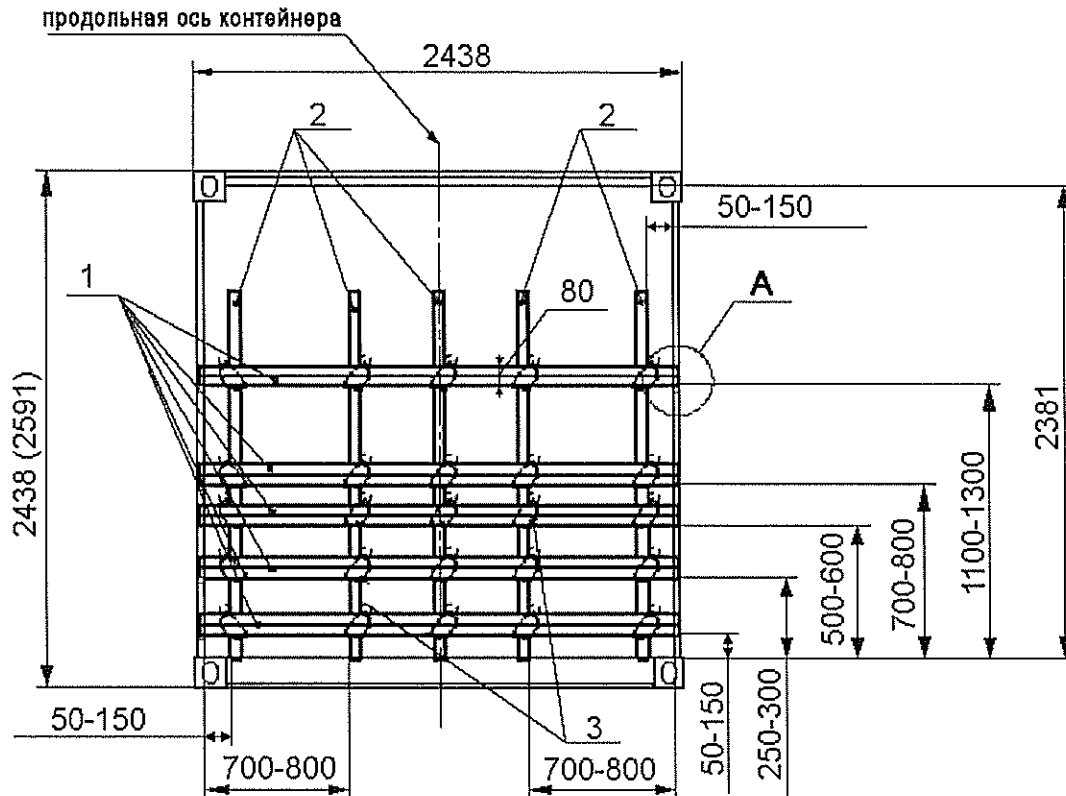

Рисунок 2
- в специальные пазы дверной коробки проема контейнера устанавливают (рисунок 2) пять пар горизонтальных труб квадратного профиля (поз. 1) сечением не менее 40x50 мм с толщиной стенки не менее 2 мм. Далее, с внутренней стороны контейнера, устанавливают пять вертикальных квадратных труб (поз. 2) аналогичного сечения